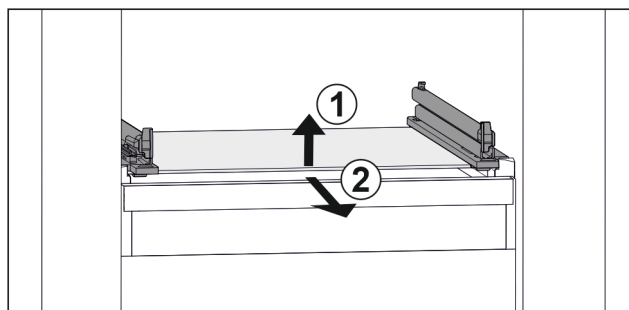

Fig. 137 Representación de la placa de vidrio a modo de ejemplo
- ▶ Levante la placa de vidrio por delante. Fig. 137 (1)
- ▶ Retire la placa de vidrio hacia delante. Fig. 137 (2)